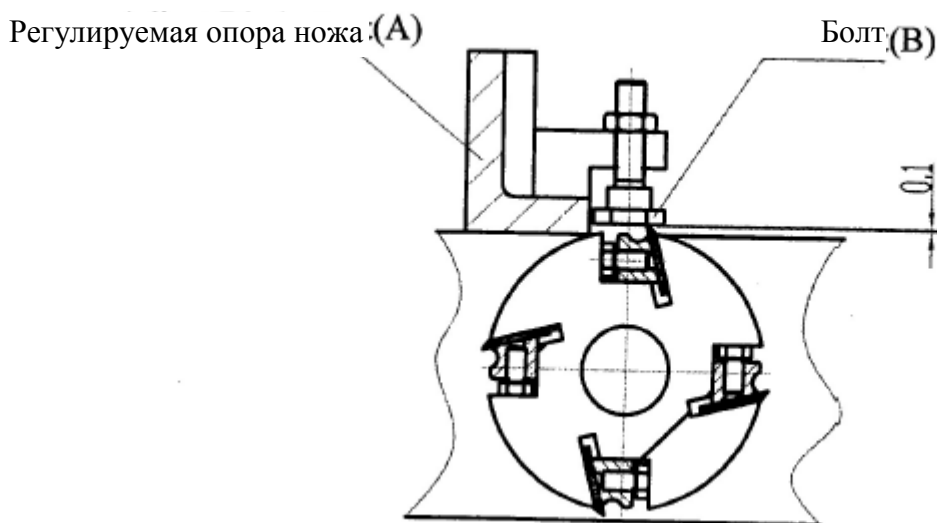

Рисунок 14 Фуговальный вал и Регулирующая опора ножа
3. Зафиксируйте Регулирующую опору ножа (Регулировка ножа была произведена на заводе), выведете обе стороны на одинаковый уровень, затем затяните болт B на обеих сторонах Регулирующей опоры ножа. Надежно закрепите опору. Необходимый выступ ножа над уровнем вала должен составлять 4 мм. (рисунок 14)
6. После замены ослабьте болт В на Регулирующей опоре ножа (см. рисунок 14), поверните ножевой вал, затем поочередно замените все четыре ножа, после чего проверьте затяг всех болтов, вставьте защитную пластину, затем затяните болты до предела.